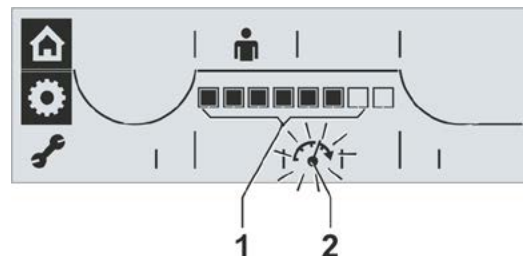

Abb. 1: Drehzahl-/Stellzeitstufe
1. Drive Controller drehen bis das Symbol für Drehzahl blinkt (Abb. 1, Pos. 2). Die schwarzen Segmente in der Skala, Abb. 1, Pos. 1, zeigen innerhalb der ersten sieben Stellen die aktuell eingestellte Drehzahl-/Stellzeitstufe, siehe auch Tabelle oben.